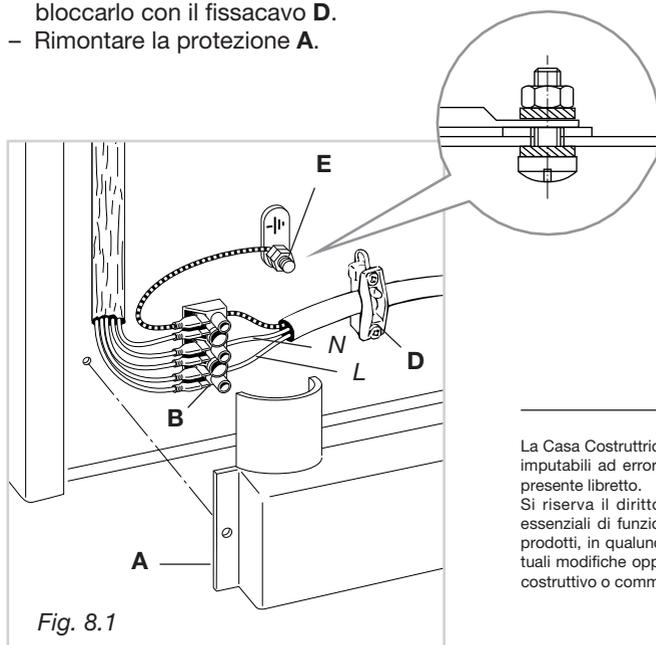

Fig. 8.1
- Svitare le viti di fissaggio della protezione **A** dietro la cucina (Fig. 8.1).